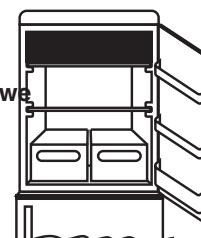

rys.8
• Aby zachować najlepszy smak, wartości odżywcze i świeżość żywności, wskazane jest przechowywanie jej w lodówce, jak pokazano na rys. 8 poniżej, pamiętając, aby zawinąć je w folię aluminiową lub plastikową lub przechowywać w odpowiednich zamkniętych pojemnikach, aby uniknąć zanieczyszczenia krzyżowego.